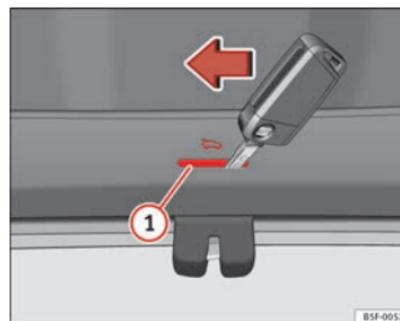

Abb. 58 Ausschnitt Gepäckraum: Zugang zur Notentriegelung
- Entfernen Sie die Abdeckung am Schlitz mit einem Schraubendreher ⇒ Abb. 58 **A**.
- Führen Sie den Schlüssel in die dafür vorgesehene Öffnung ein und drehen Sie ihn in Pfeilrichtung, bis sich der Verschluss öffnet ⇒ Abb. 58 **B**.